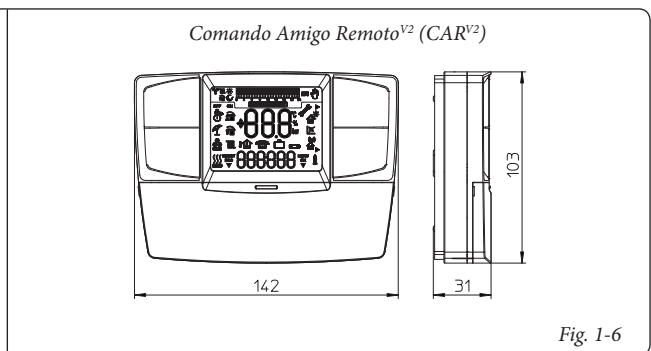

Fig. 1-6
- Comando Amigo Remoto^{V2} (CAR^{V2}) (Fig. 1-6) com funcionamento de crono termóstato climático. O painel de CARV2 permite ao utente, além das funções ilustradas no item anterior, ter sob controlo e, principalmente a mão, todas as informações importantes relativas ao funcionamento do aparelho e do sistema térmico, com a oportunidade de intervir comodamente nos parâmetros anteriormente configurados sem a necessidade de deslocar-se para o local onde está instalado o aparelho. O painel é dotado de auto-diagnóstico para visualizar no ecrã as anomalias de funcionamento da caldeira. O crono termóstato climático incorporado no painel remoto permite adequar a temperatura de mandada do sistema às reais necessidades